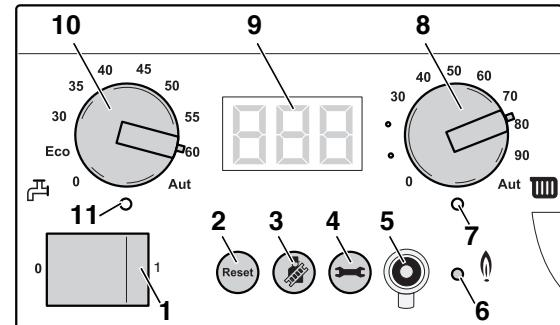

Рис. 55 Главный регулятор BC10
Пусковым выключателем (рис. 55, поз. 1) можно включать и выключать отопительный котел.
В случае неисправности может потребоваться повторный пуск отопительного котла с помощью кнопки "Сброс" (рис. 55, поз. 2).
С помощью кнопки "Трубочист" (рис. 55, поз. 3) можно установить на котле режим теста дымовых газов, сервисный и ручной режим.
В режиме "Трубочист", сервисном и ручном режиме действует максимальная температура воды в системе отопления, которая соответствует установке ручки управления "Максимальная температура воды в системе отопления" (рис. 55, поз. 8) на главном регуляторе BC10.
- Ограничьте максимальную температуру котловой воды с помощью ручки управления "максимальная температура котловой воды" (рис. 55, поз. 8) значением допустимой температуры подающей линии отопительного контура пола (обычно максимум 40 °C).
С помощью кнопки "Индикация состояния" (рис. 55, поз. 4) на дисплее могут быть отображены актуальные значения температуры котловой воды, давления установки и т.д. См. также таб. 18, "Индцируемые значения", стр. 85", таб. 19, "Индцируемые установки", стр. 85 и таб. 20, "Индцируемые коды", стр. 86.